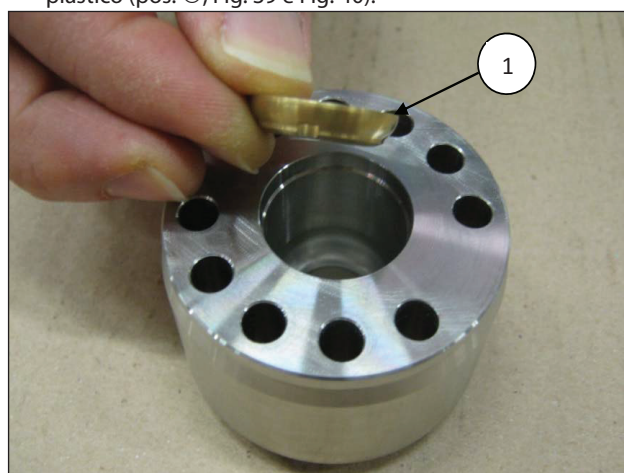
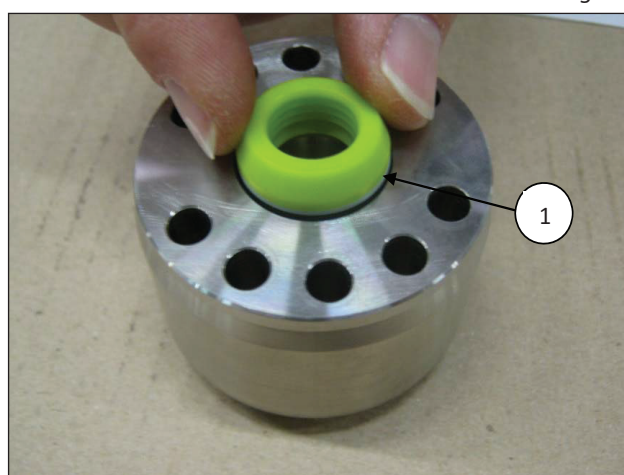
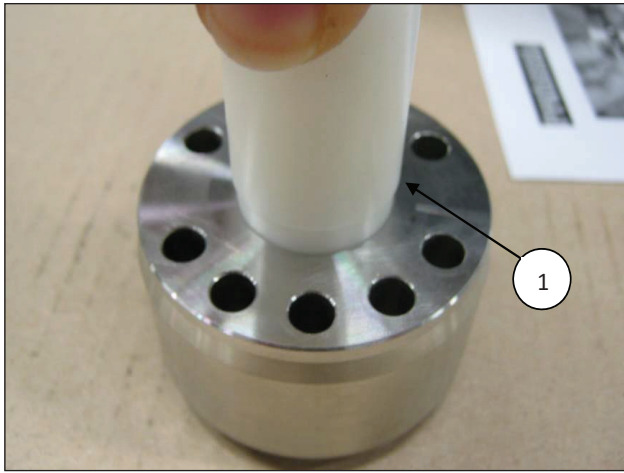

Fig. 38
Fig. 39
Fig. 40
- Introduza no suporte dos vedantes H.P. O anel do cabeçote (pos. ①, Fig. 38) e, em seguida, o pacote H.P. (alta pressão), dada a pequena interferência entre o vedante e o suporte das juntas de estanqueidade de H.P., para evitar eventuais danos, se aconselha o uso de um tampão em material plástico (pos. ①, Fig. 39 e Fig. 40).
O vedante de H.P. deve ser introduzido no suporte, conforme indicado na Fig. 39 e Fig. 41.